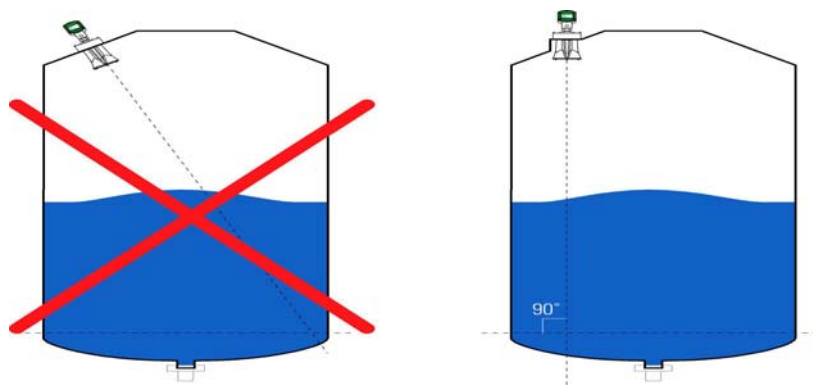

Figure 8 Positions de montage
- ⦿ Le scanner doit être monté en position verticale afin que les cornets/antennes se trouvent à un angle de 90° par rapport au sol, comme illustré à la *Figure 8* Positions de montage.